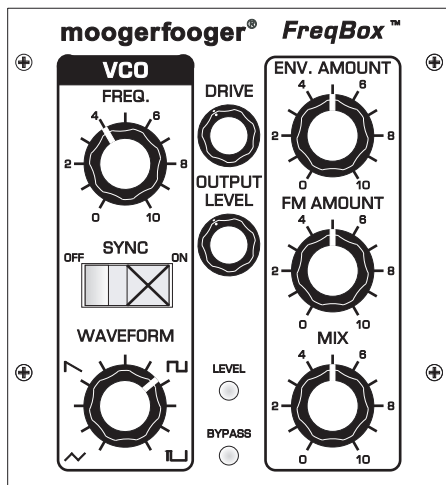

図2:基本パネル・セットアップ
5. フロントパネルとアンプをセットアップします。MF-107は図2のようにセットします。この時、エクスプレッション・ペダルは完全に戻した状態(かかと側が下がった状態)にしておきます。この段階ではアンプのボリュームは完全に絞った「0」の状態にしておきましょう。